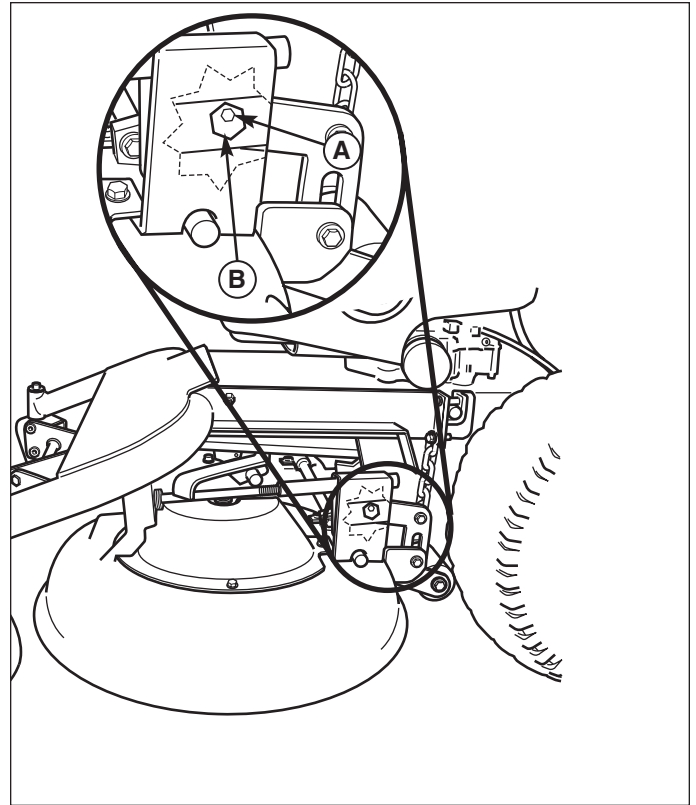

Figure 26. Mise à niveau latérale de la tondeuse
5. Voir la figure 26. Desserrez l'écrou extérieur (A). Tournez l'écrou d'excentrique (B) pour lever ou abaisser le côté gauche de la tondeuse. Lorsque la tondeuse est à niveau, tenez l'écrou d'excentrique pendant que vous serrez l'écrou extérieur.